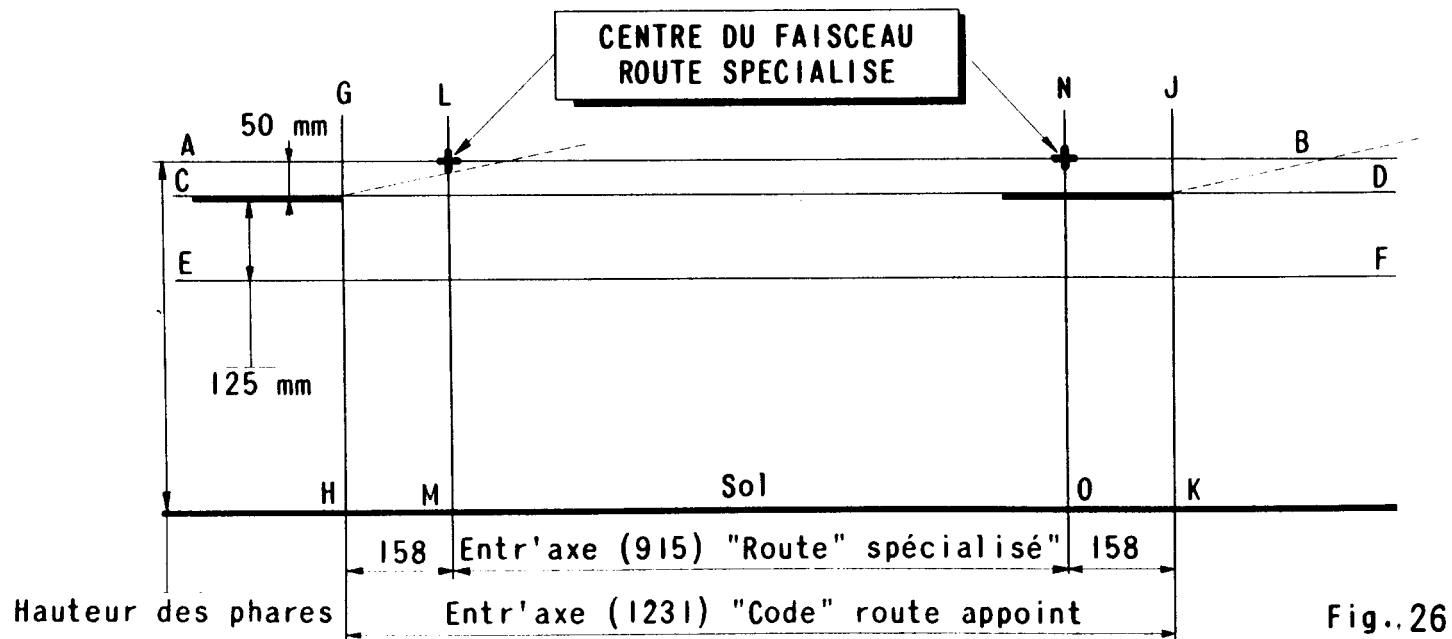

Fig..26
REGLAGE des PROJECTEURS SUR UN MUR (Fig. 26)
- 6) Tracer dans l'axe des deux projecteurs « **code** » deux verticales G-H et J-K à 158 mm de chaque côté des verticales « **routes** » (entr'axe 1231 mm Fig. 26).